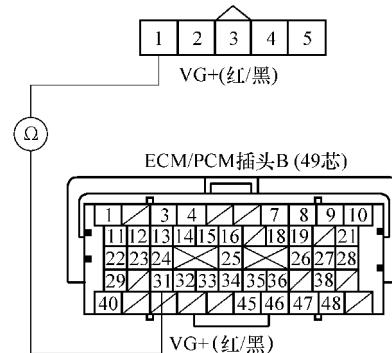

图 5-91 检查 MAF 传感器 1 号与 B31
12) 如图 5-91 所示, 检查 MAF 传感器/IAT 传感器 5 芯插头 1 号端子与 ECM/PCM 插头 B31 端子之间的导通性, 是否导通?